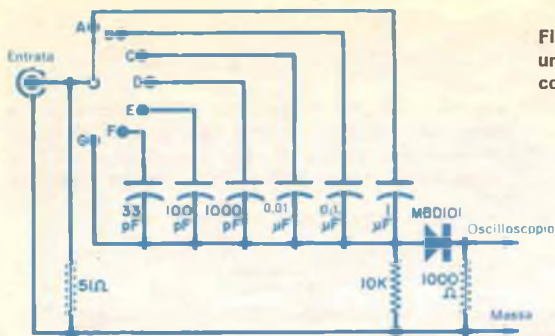

Fig. 4 - Il convertitore ad impulsi è essenzialmente un differenziatore, di cui possono essere scelti i condensatori adatti per ogni gruppo di frequenze.
**Convertitore ad impulsi** - Volendo ottenere un segnale d'uscita ad impulsi, e di frequenza nota, si può usare il circuito della fig. 4. L'impedenza d'entrata è di 50 Ω e quella d'uscita di 1.000 Ω. Il commutatore serve a scegliere il condensatore